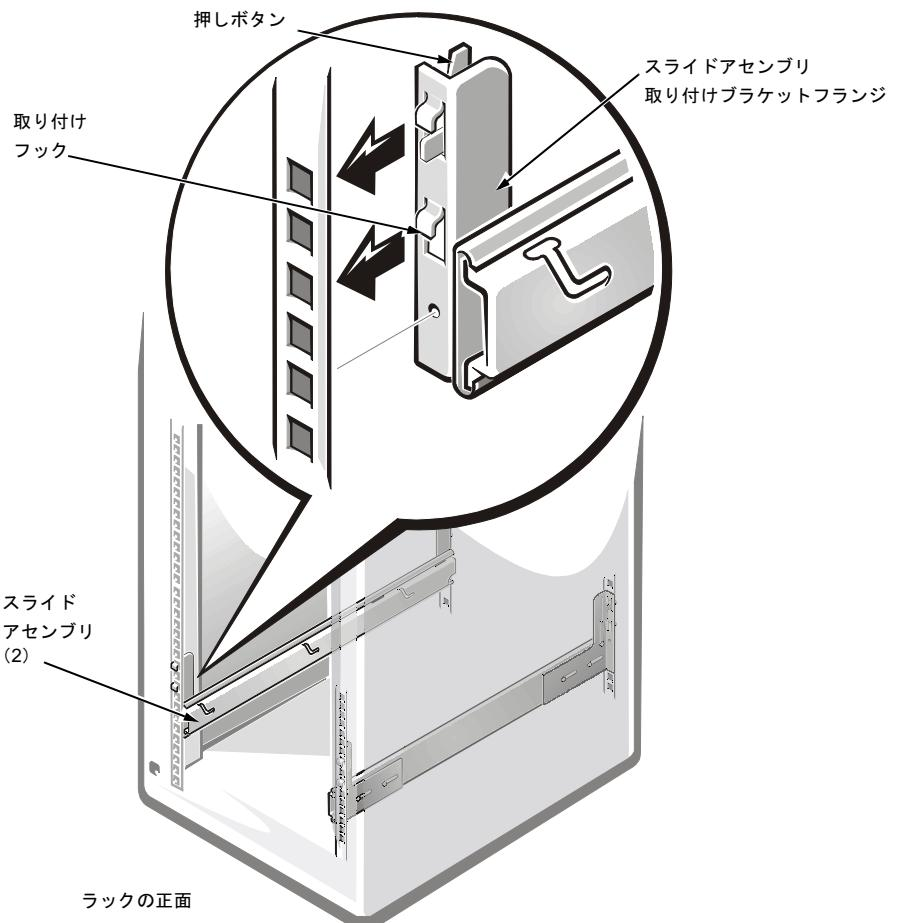

図2-8 スライドアセンブリの取り付け
| 図 2-8 | スライドアセンブリの取り付け | 2-10 |
4. ラックキャビネットの前面で、取り付けブラケットのフランジがラックにつけたマーキングまたはテープの間に収まるように、テンプレートの上端および下端にマーキングしてスライドアセンブリの 1 つを位置決めします（図 2-8 参照）。
5. スライドアセンブリの前側にあるスライドアセンブリ取り付けブラケットフランジを、正面縦レールの四角い穴と位置を合わせます(図2-8参照)。